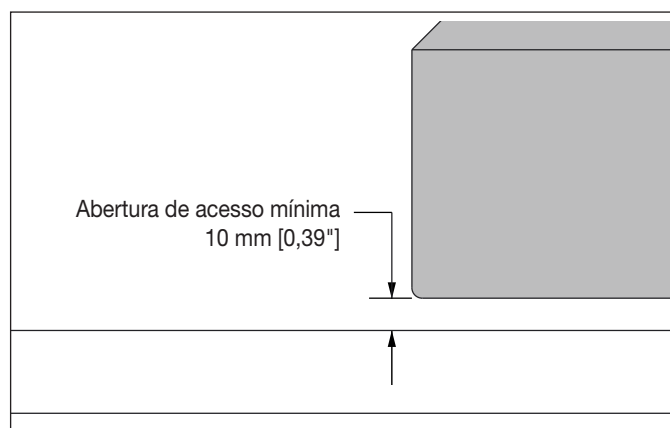

Figura 2, abertura de acesso mínima
2. Assegure que a abertura de acesso mínima sob o item a ser levantado meça 10 mm [0,39"] ou mais. Consulte a Figura 2.
3. Assegure que a abertura de acesso mínima sob o item a ser levantado meça 10 mm [0,39"] ou mais. Consulte a Figura 2.